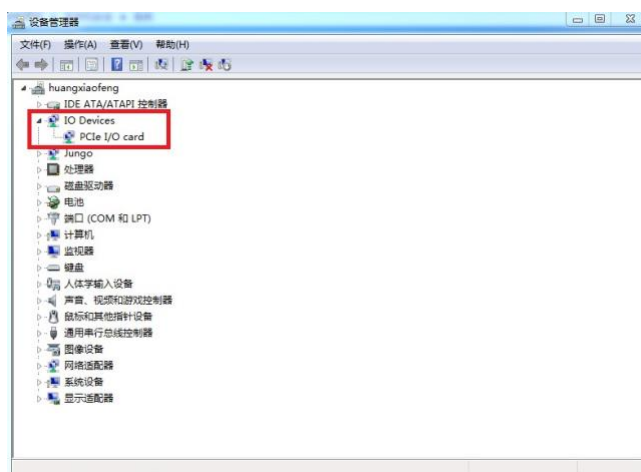

图 3-3 驱动安装成功界面
- 2、 安装完成后，在电脑的“设备管理器”中，可看到控制卡的驱动，如图 3-3 所示：